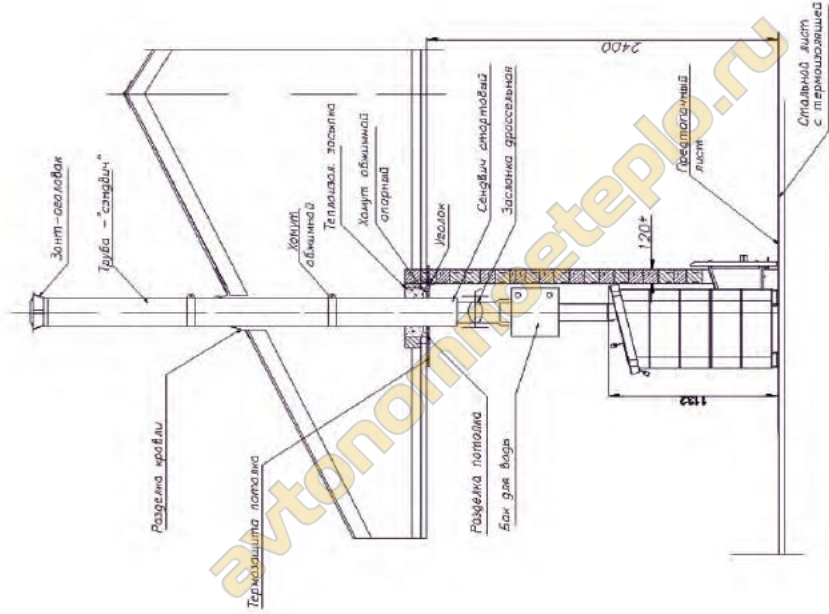

Рис.6 Схема установки теплогенерирующего аппарата «Суаарушка-С»
7.3. В соответствии с п.6.11. и 6.12. и определенной осью дымового канала, установить в разрезе потолка потолочную разделку (см. рис. 6).
соединение со следующим элементом не оказалось в разрезе потолочной разделки (см. рис.6). С целью снижения осевых нагрузок, как на дымовой канал, так и на топочный агрегат, на «стартовый сэндвич-элемент» в разделке потолка установить опорный обжимной хомут (см.рис. 6).
с помощью проходного фланца «мастер флеш», гарантирующего как пожарную безопасность кровли, так и ее гидроизоляцию в месте прохождения дымового канала (см. рис.6). Предварительно в кровле, в соответствии с расположением оси дымового канала, необходимо сделать отверстие, гарантирующее расположение всех возгораемых элементов кровли от наружной поверхности «сэндвич-элемента» не менее 130 мм. В зависимости от типа примененного кровельного материала выполнить работы по его сопряжению с установленной разделкой кровли.
7.11. На внутренней стороне кровли в зоне прохождения дымового канала установить чердачный лист (см.рис.6).
или дефлектор (рис. 6).